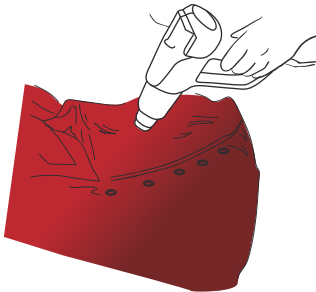

Figure 19
- ▶ Puis chauffer à nouveau chaque rivet à 80 °C - 90 °C. (FIG. 19)